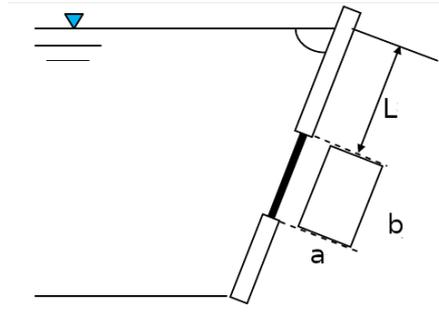

Figura 6: Compuerta sumergida
9. **MF1-MF FEBRERO-2019.** La compuerta rectangular de la figura 6 está sumergida en agua e inclinada un ángulo θ con respecto a la superficie libre del agua. El origen del sistema de referencia se encuentra en la esquina superior derecha con la superficie libre del agua. Determinar: